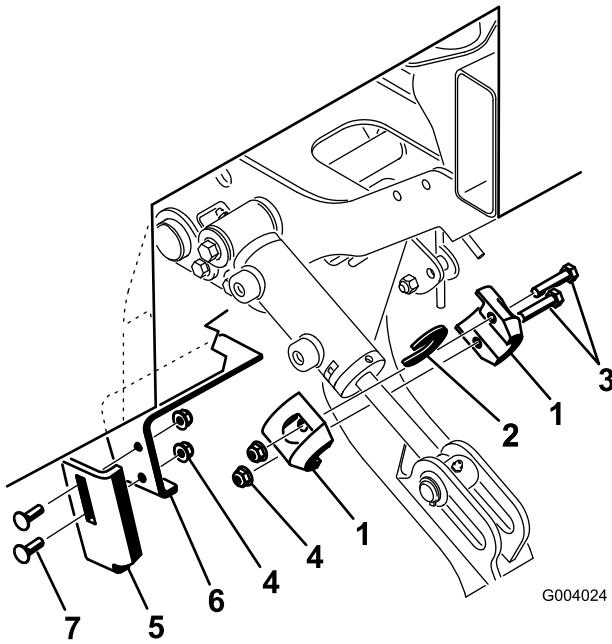

Рисунок 1
2. Установите манжеты цилиндров на выдвинутый шток цилиндра, используя 2 болта и 2 фланцевые контргайки (Рисунок 1). Убедитесь в том, что манжеты цилиндра правильно установлены на верхней части цилиндра.
3. Установите, не затягивая, упорный угольник на кронштейн дефлектора с помощью 2 каретных болтов и 2 контргаек (Рисунок 1).
4. Переместите упорный угольник в самое нижнее положение на кронштейне и затяните фланцевые контргайки (Рисунок 1).
2. Установите манжеты цилиндров и приставку на выдвинутый шток цилиндра, используя 2 болта и 2 фланцевые контргайки (Рисунок 1). Убедитесь в том, что манжеты цилиндра правильно установлены на верхней части цилиндра, а приставка установлена заподлицо с торцом цилиндра.